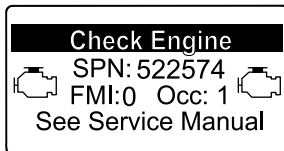

Figura 57
- Aviso do motor SPN 522574, FMI: 0 (Figura 57)